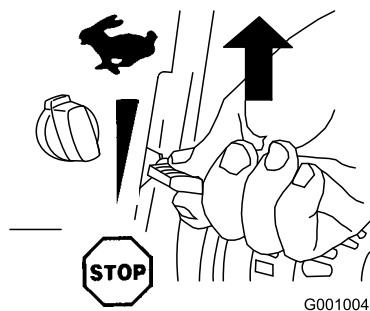

Рисунок 25
2. Переведите дроссельный кран в положение Fast (Быстро) (Рисунок 25).